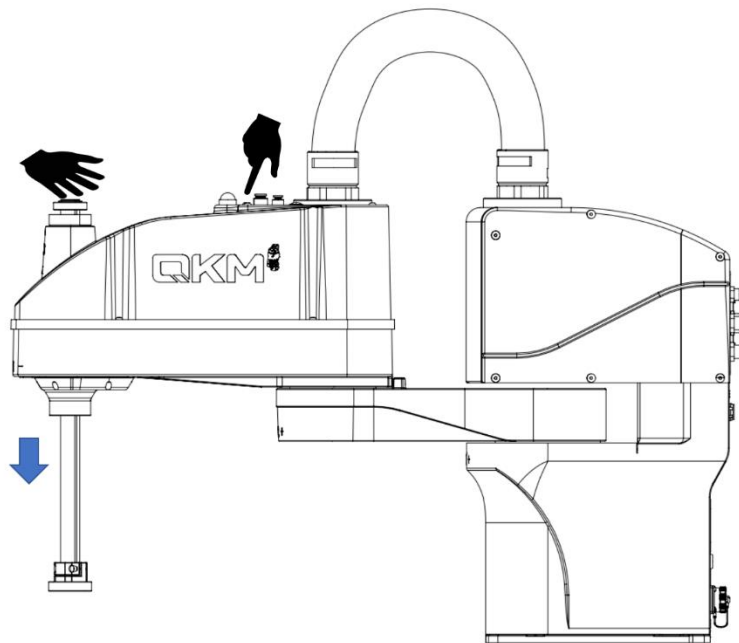

图 4-2 向下移动花键丝杆轴示意图
**步骤1** 在通电未上伺服情况下，按住机器人第二机械臂上的抱闸按钮，佩戴一次性防护手套将花键丝杆轴推至到底端，如图 4-2 所示。